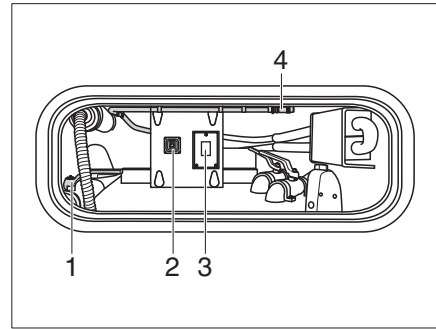

Fig. 303 Lavar el cassette del aseo con vibrador (vista del interior del compartimento de almacenamiento)
- Abrir la llave de vaciado (Fig. 303,1).
- Pulsar el interruptor (Fig. 303,3).
- Accionar el interruptor (Fig. 303,2) para la bomba de vaciado.
- Desenganchar el tubo flexible para la limpieza del depósito (Fig. 303,4) del compartimento de almacenamiento y conectarlo a una conexión de agua.
- Después del lavado, retirar la conexión de agua y guardar el tubo flexible para la limpieza del depósito (Fig. 303,4).
- Cerrar la llave de vaciado (Fig. 303,1).